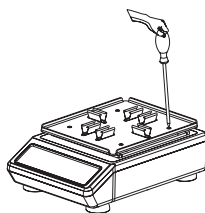
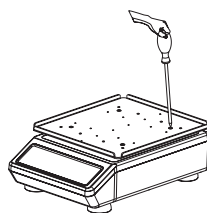

figura 1
figura 2
1. Allentare le viti del vassoio con un cacciavite a croce (figura 1) e sostituire il vassoio standard con la piattaforma grande (figura 2).